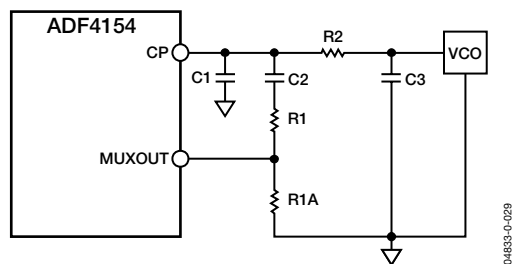

図22. 高速ロック・ループ・フィルタ回路1
1. ダンピング抵抗 (R1) を1:3の比で2つの値 (R1とR1A) に分割します (図22を参照)。